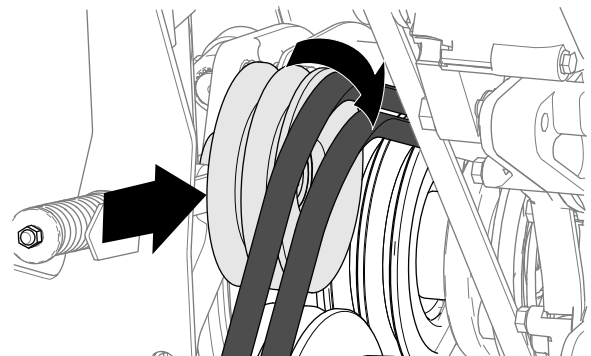

Figura 93
9. Rotiți rola de ghidare spre motor și demontați curelele de la maină (Figura 93).